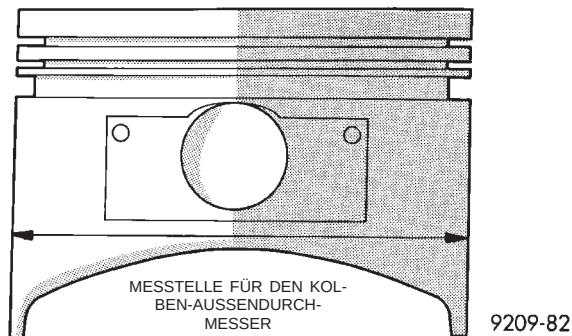

Abb. 4 Kolben messen
(1) Soweit aufbohren, daß das vorgeschriebene Spiel zwischen Kolben-Außendurchmesser und dem Zylinder erreicht wird. Die Meßstelle für den Kolben-Außendurchmesser ist in (Abb. 4) dargestellt.
(2) Auf Grundlage des gemessenen Kolben-Außendurchmessers die Größe der nachzuarbeitenden Bohrung bestimmen. Die Größe der nachzuarbeitenden Bohrung entspricht dem Kolben-Außendurchmesser plus 0,03-0,05 mm (0,0012 - 0,002 Zoll) (Spiel zwischen Kolben-Außendurchmesser und Zylinder) minus 0,02 mm, was dem Bohrungsrand entspricht.
(3) Alle Zylinder auf die errechnete Größe aufbohren. Dann auf die endgültige Größe aufbohren (Kolben-Außendurchmesser plus Zylinderspiel).
(4) Spiel zwischen Kolben und Zylinder prüfen; es muß zwischen 0,02 - 0,04 mm (0,0008 - 0,0016 Zoll) liegen.